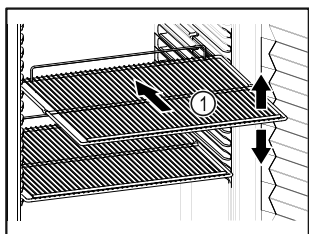

Fig. 50 Immagine a titolo di esempio
- ❑ Se è possibile spostare i ripiani Fig. 50 (1), regolarli in altezza.